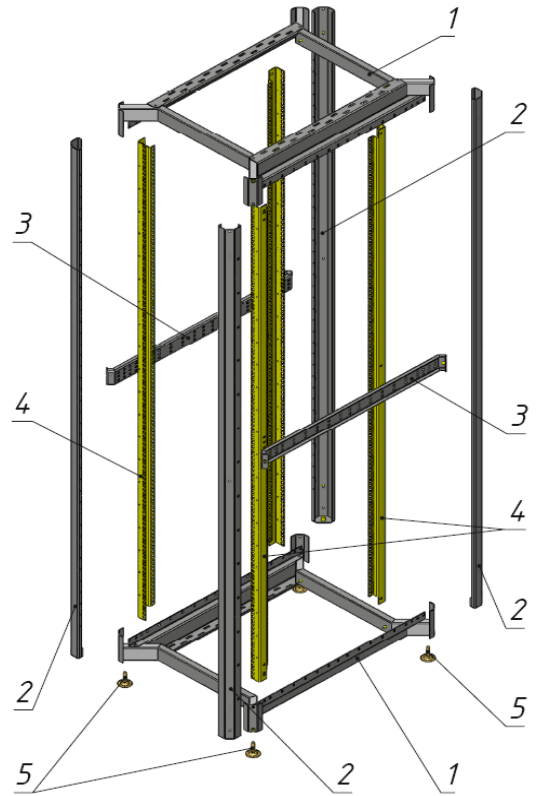

Рисунок 2. Устройство стойки.
Устройство каркасной стойки показано на **рис.2**.
5.3. Внутри стоек(2), сверху и снизу, вставьте основания(1), как показано на **рис.2**. Наденьте по одной клемме каждого из проводов заземления(12 и 13) на шпильки и затяните гайками (8) с шайбами (9).